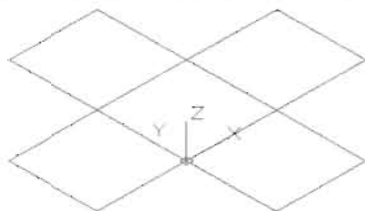

图 13-48
(3) 使用 Copy(复制)命令把三维面复制 4 个,并利用对象捕捉移动到如图 13-48 所示的位置。